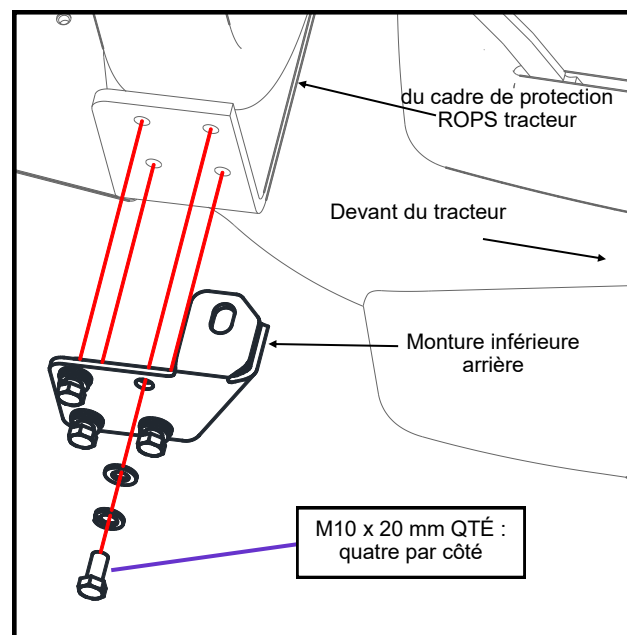

Figure 1.3 : Montures centrales arrière (côté droit illustré)
- 1.3 Comme illustré à la figure 1.3, installez les montures arrière sur le côté du cadre de protection ROPS à l'aide de quatre boulons M10, de rondelles fendues et de rondelles plates de chaque côté (fournies dans la trousse de quincaillerie).